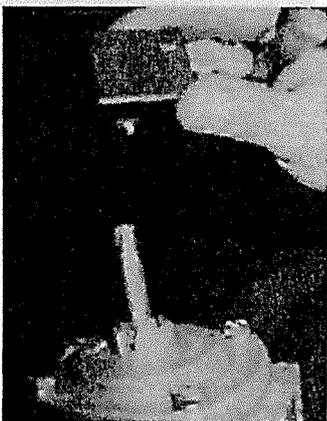

Fig. 4
4. Con una chiave da 14 mm allentare il dado e separare il gruppo bobina (Fig. 4).